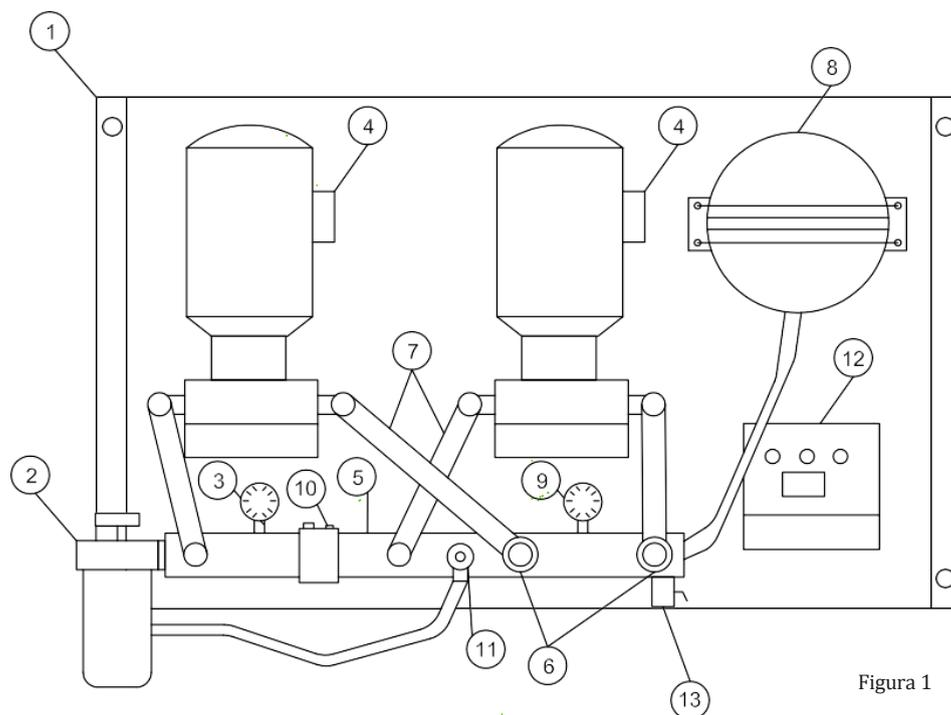

Figura 1
1. Interconectar el tramo de aspiración entre el grupo, (ver figura 1 punto 2) y el depósito utilizando tubería de cobre (recomendación), y el uso de racores de compresión con el fin de garantizar una buena estanqueidad.
- Interconectar el tramo de impulsión entre el grupo de presión, (ver figura 1 punto 13) y el punto de consumo utilizando tubería de cobre, e intercalar los elementos necesarios para alimentar quemadores 1 o 2 etapas (ver pág. 7), grupos electrógenos (depósitos) (ver pág. 7) o quemadores modulantes, (ver pág. 8).